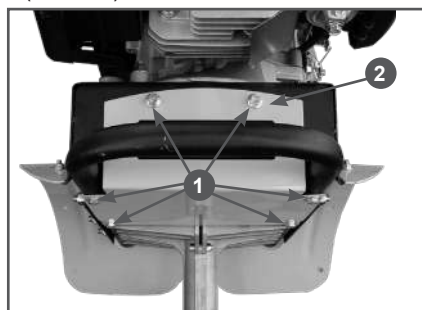

Рис. 23. Снятие передней крышки рамы
3. Открутите болты 1 крепления (6 шт.) и снимите переднюю крышку 2 рамы (Рис. 23).
Для визуального доступа к пружине троса сцепления необходимо снять переднюю крышку рамы (Рис. 23).